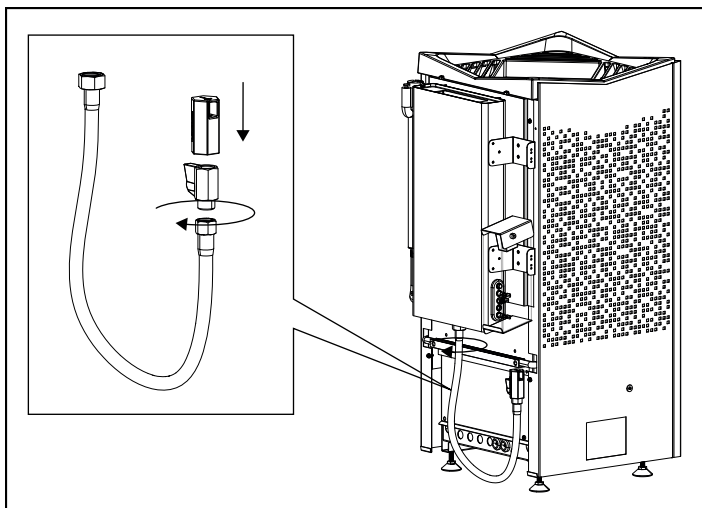

Fig 14: Montera tömningsslangen
10. Montera slangen genom att skruva fast ventilen, trycka på pipen och skruva på den på tanken (se fig 14)